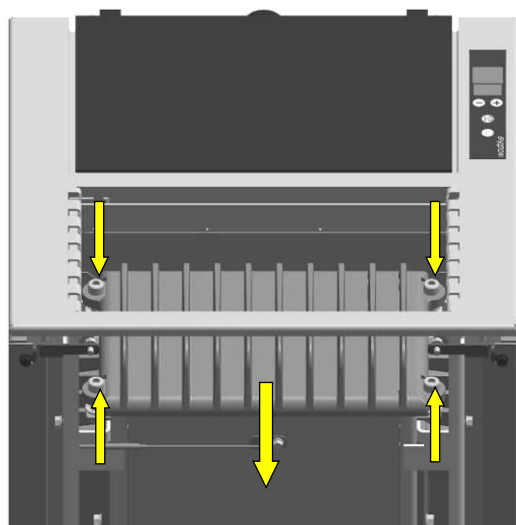

Fig. 91 : démontage du couvercle en fonte
2. Desserrez les quatre vis de fixation du couvercle en fonte et retirez le couvercle vers l'avant (Fig. 91).